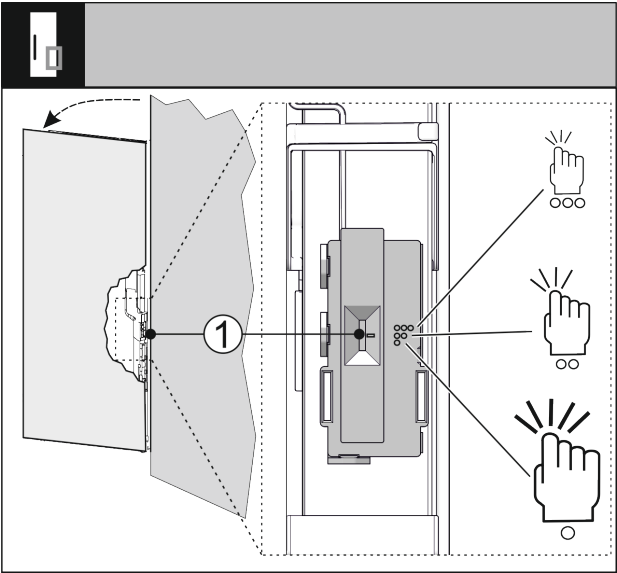

Fig. 92
Si può regolare la sensibilità del sensore di battito in testa mediante un interruttore Fig. 92 (1). L'interruttore è, lato cerniera, sulla terza sezione inferiore della porta.
- ▶ Spostare l'interruttore Fig. 92 (1) nella posizione dell'interruttore desiderata.